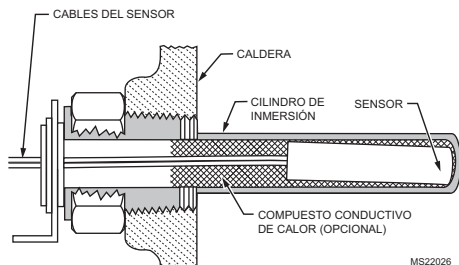

Fig. 5. Instalación del sensor de reemplazo.
3. Introduzca el sensor en el cilindro, tal como se muestra en la Fig. 5. (Si lo desea, distribuya el compuesto conductivo de calor en el tubo antes de insertar el sensor, tal como se indica en Instalación nueva).
4. Asegúrese de que el sensor esté completamente asentado en la parte inferior del cilindro (Fig. 5). Si es necesario, utilice un lápiz pequeño para medir la profundidad del sensor en el cilindro.
2. Con cuidado, alinee el sensor de reemplazo con el orificio del circuito impreso y guíelo a través de la cubierta Aquastat y dentro del cilindro. Consulte la Fig. 5.
3. Asegúrese de que el sensor esté completamente asentado en la parte inferior del cilindro (consulte la Fig. 5). Si es necesario, utilice un lápiz pequeño para medir la profundidad del sensor en el cilindro.